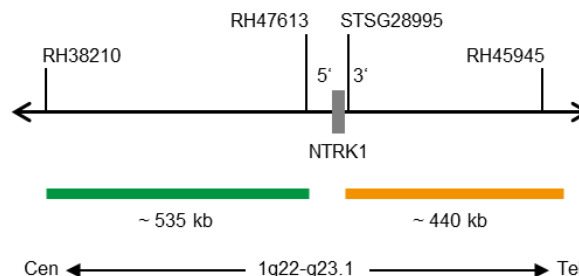

Abb. 1: SPEC NTRK1 Sondenlokalisierung (nicht maßstabsgetreu)
- ZyGreen (Anregung 503 nm/Emission 528 nm) markierten Polynukleotiden (~10 ng/ μ l), die gegen Sequenzen in 1q22-q23.1* (chr1:156,245,849-156,781,745) gerichtet sind, welche proximal zur NTRK1-Bruchpunktregion lokalisiert sind (siehe Abb. 1).
- ZyOrange (Anregung 547 nm/Emission 572 nm) markierten Polynukleotiden (~4.5 ng/ μ l), die gegen Sequenzen in 1q23.1* (chr1:156,854,527-157,296,918) gerichtet sind, welche distal zur NTRK1-Bruchpunktregion lokalisiert sind (siehe Abb. 1).